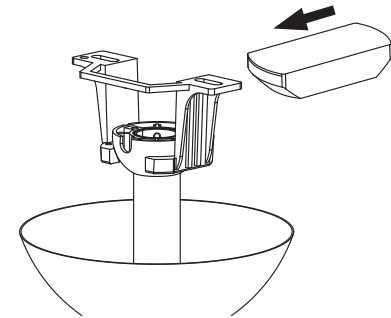

Figura 13
**Paso 1.** Inserte el receptor en el soporte de montaje en el techo con el lado plano del receptor orientado hacia el techo (**Figura 13**) para un mejor rendimiento, asegúrese de que el cable negro de la antena (en el extremo del receptor) permanezca extendido y no se enrede con los cables eléctricos.
Realice cada una de las conexiones de cables ilustradas en la Figura 13. Asegure cada una con las tuercas para cables proporcionadas.